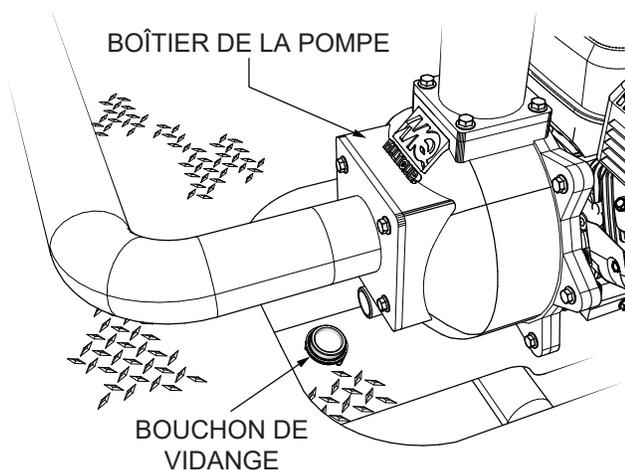

Figure 22. Retrait du bouchon de vidange
3. Localisez et retirez le bouchon de vidange du couvercle du carter de pompe à l'extrémité de la pompe (Figure 22).